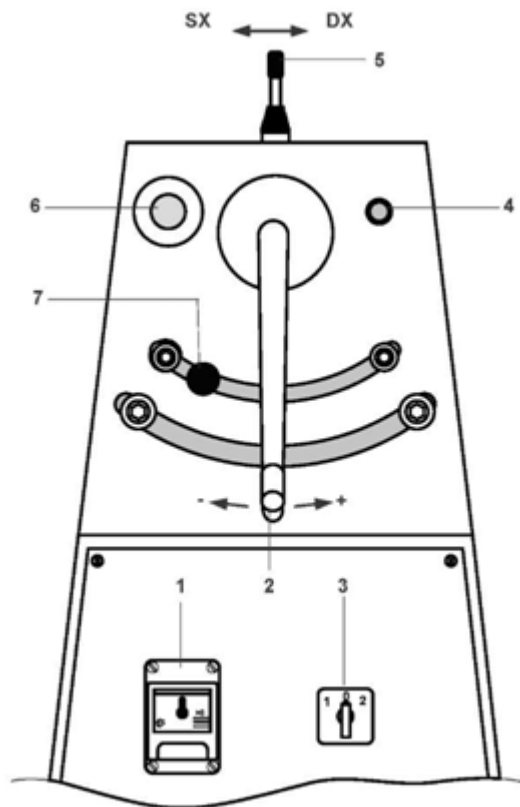

Рис. 8 (Панель управления)
На панели управления, которая находится на лицевой стенке машины (**рис. 8**), расположены органы управления машиной.
- 6- Убедиться, что **размыкатель цепи при перегрузке (рис. 8-поз.1)** находится в положении "OFF" , а переключатель **скоростей (рис. 2-поз. 3)** - в положении "0" ;
- 1- Подать напряжение на машину, повернув **выключатель (рис. 8-поз. 1)** в положение "ON" ;
- 2- С помощью **переключателя скоростей (рис. 8-поз. 3-, положение -1-2)** выбрать нужную скорость ;
- 3- С помощью **ручки (рис. 8-поз. 2)** отрегулировать толщину теста (**рис. 8-поз. 2**);
- 4- Запустить машину нажатием кнопки "**START**" (**рис. 8-поз. 4**);
- 5- С помощью **джойстика (рис. 8-поз. 5)** выбрать направление вращения конвейерной ленты;
- 7- После достижения тестом необходимой толщины перевести **переключатель скоростей (рис. 8-поз. 3)** в положение "0" (ожидание = конвейерные ленты и валки останавливаются) **и снять раскатанное тесто.**
Для аварийной остановки следует воспользоваться соответствующей кнопкой на панели управления (**рис. 8-поз. 6**). Во избежание опасных ситуаций оператор обязан:
- 1- при необходимости сразу нажимать **кнопку аварийного останова (рис. 8-поз. 6).**;
- 2- Выключить машину с помощью **размыкателя цепи (рис. 8-поз. 1)** и перевести **переключатель скоростей (рис. 8-поз. 3)** в положение "0";
- 1- Выключить машину с помощью **размыкателя цепи (рис. 8-поз. 1)** и перевести **переключатель скоростей (рис. 8-поз. 3)** в положение "0";